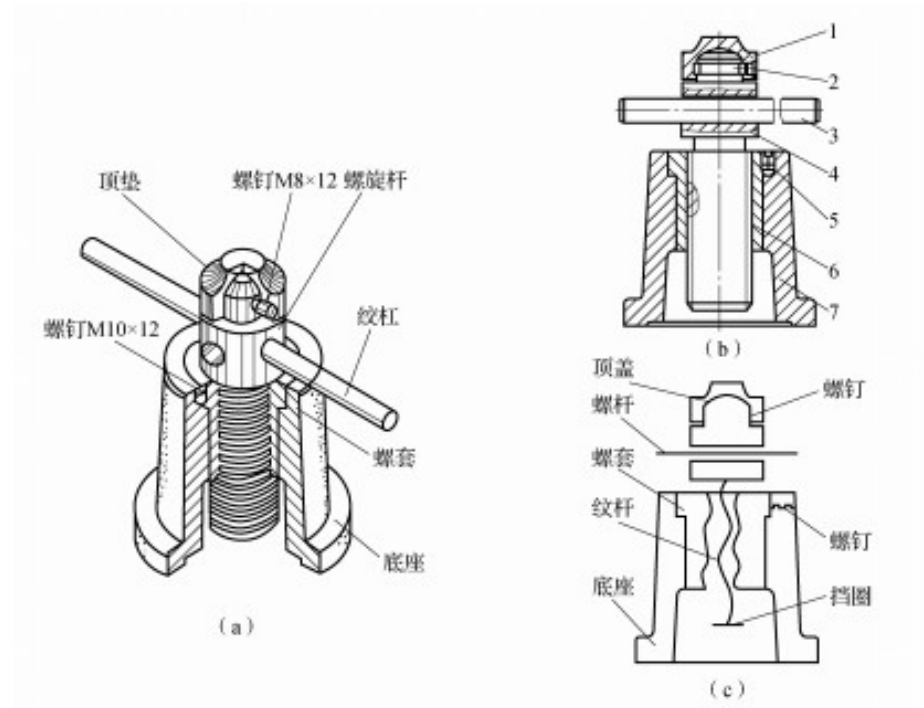

图 6-21 螺旋千斤顶的轴测图、
- ❖ 在日常生活中，人们在更换汽车轮胎时通常会借助千斤顶将车身顶起，如图6-21所示为千斤顶的轴测图，请对其进行测绘，并完成装配图的绘制。